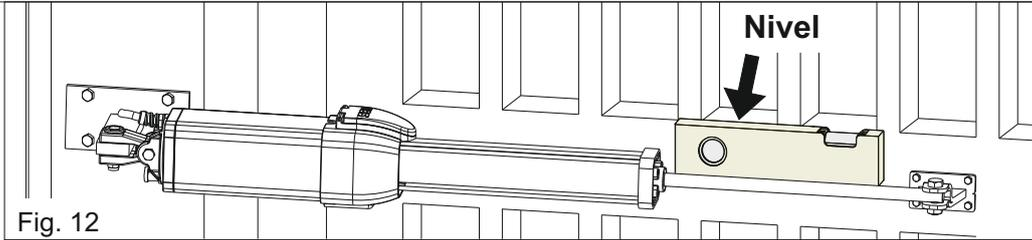
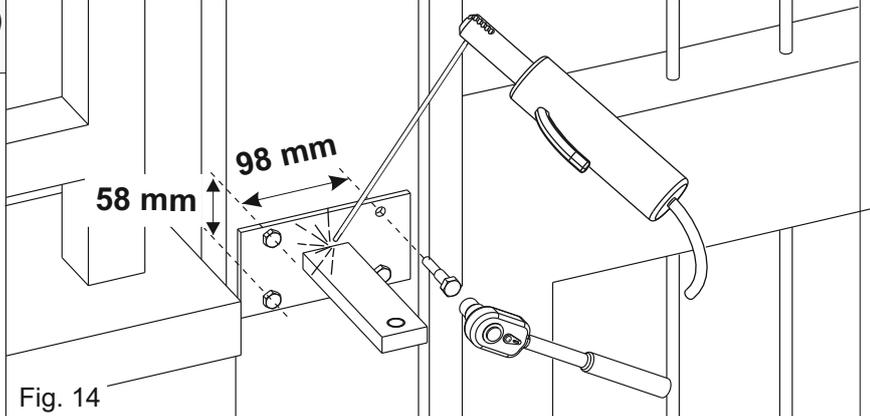

Fig. 12
Fig. 14
- 2 - Para un funcionamiento correcto, es importante instalar el actuador y los soportes delantero y trasero en posición perfectamente horizontal con la ayuda de un nivel, como se muestra en Fig. 12
Según la elección del tipo de apertura (interna o externa) y según la rotación máxima de la hoja, primero se debe cortar el soporte respetando la dimensión « a » de páginas 44 y 45 y luego soldar (Fig. 14) **El soporte debe ser instalado de manera que el operador esté perfectamente horizontal (Fig.12)**